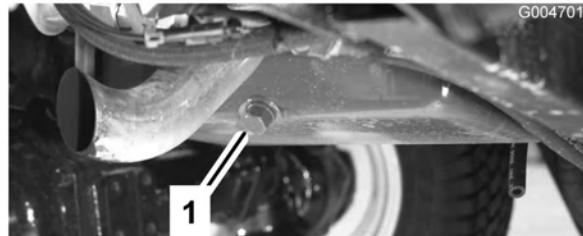

Figure 49
1. Enlevez un des bouchons de vidange (Figure 49) et laissez couler l'huile dans un bac de vidange. Remettez le bouchon quand la vidange est terminée.